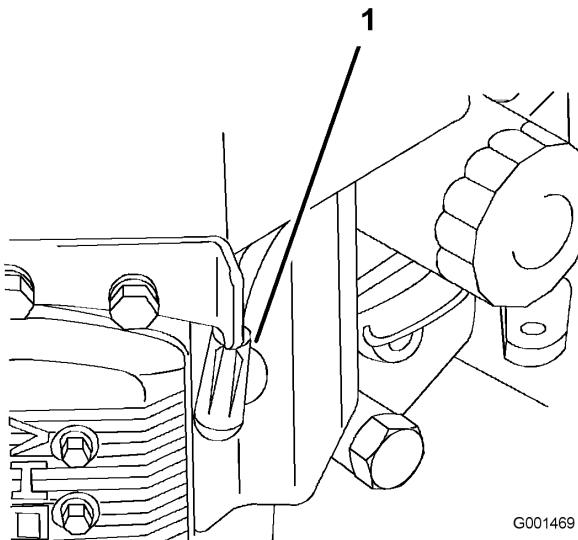

Figure 29
- Débranchez les bougies (Figure 29).